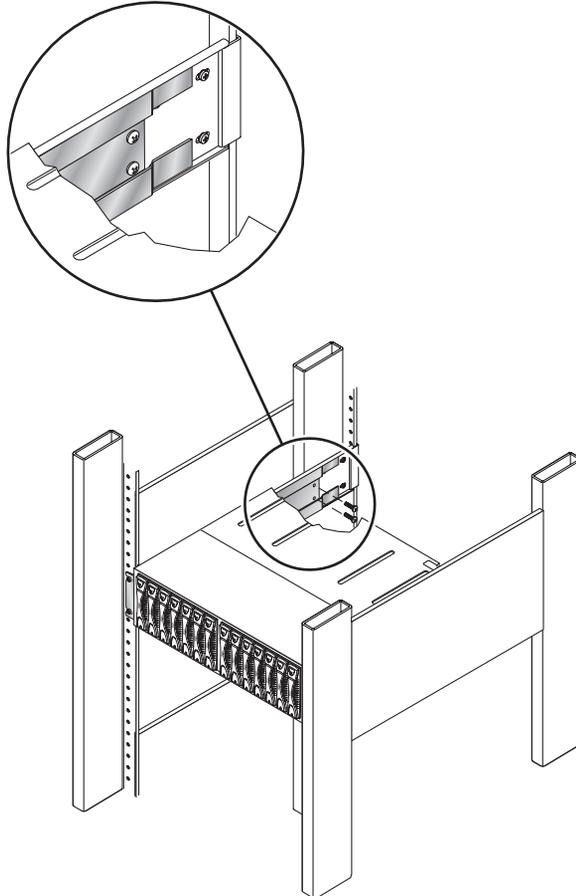

FIGURE 10 Fixation du support de fixation arrière de la baie au rail latéral avec deux vis
- 5. Fixez le support de fixation arrière gauche de la baie au rail latéral avec deux vis (FIGURE 10).**